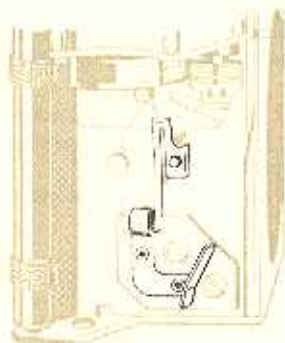

Abb. 8
- Verschuß auslösen, aber Vorlaufwerk nicht ablaufen lassen (Zahnräder festhalten). Es muß sich jetzt die Kontaktfeder des Pendelsperrhebels ca. 1,5 mm vor der Kontaktgabe an der Kontaktfeder des Isolierstückes befinden (s. Abb. 8). Ist dies nicht der Fall, so ist die Kontaktfeder des Pendelsperrhebels entsprechend zu justieren.